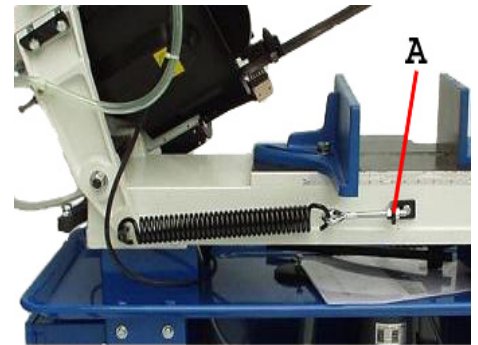

Abb. 16
5. Druck nachstellen bis ca. 5-6 kg durch das Drehen der Bolzen (A, Abb. 16)